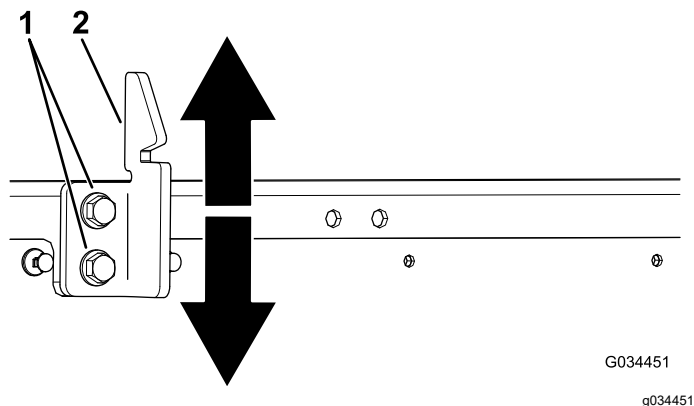

Figura 57
3. Allentate i 2 bulloni sul gancio di chiusura del pianale e spostate il gancio su o giù, a seconda se è troppo alto o troppo basso (Figura 57).
4. Serrate i 2 bulloni sul gancio di chiusura del pianale (Figura 57).